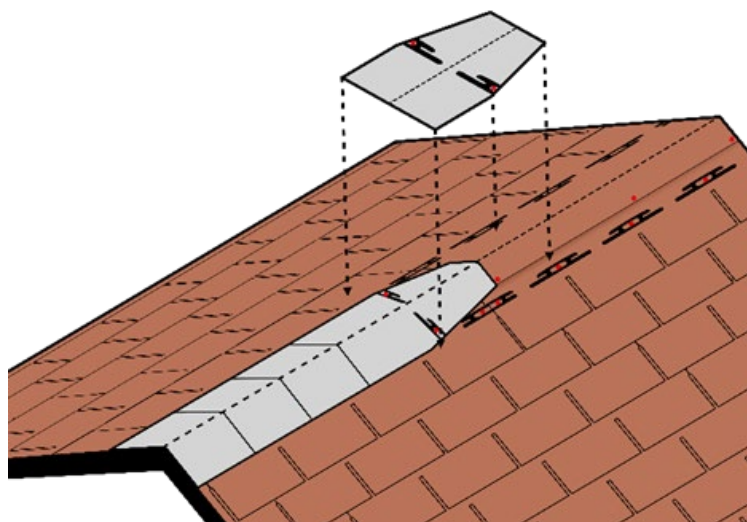

Fig. 11 - Posa elementi colmo
- Fissare il primo elemento colmo con 2 chiodi da almeno 32mm di lunghezza, un chiodo per ogni lato della falda - Fig. 11. Procedere con la posa degli altri elementi colmo in sequenza, lasciando una parte esposta di 14,5cm tra un elemento colmo e quello successivo.